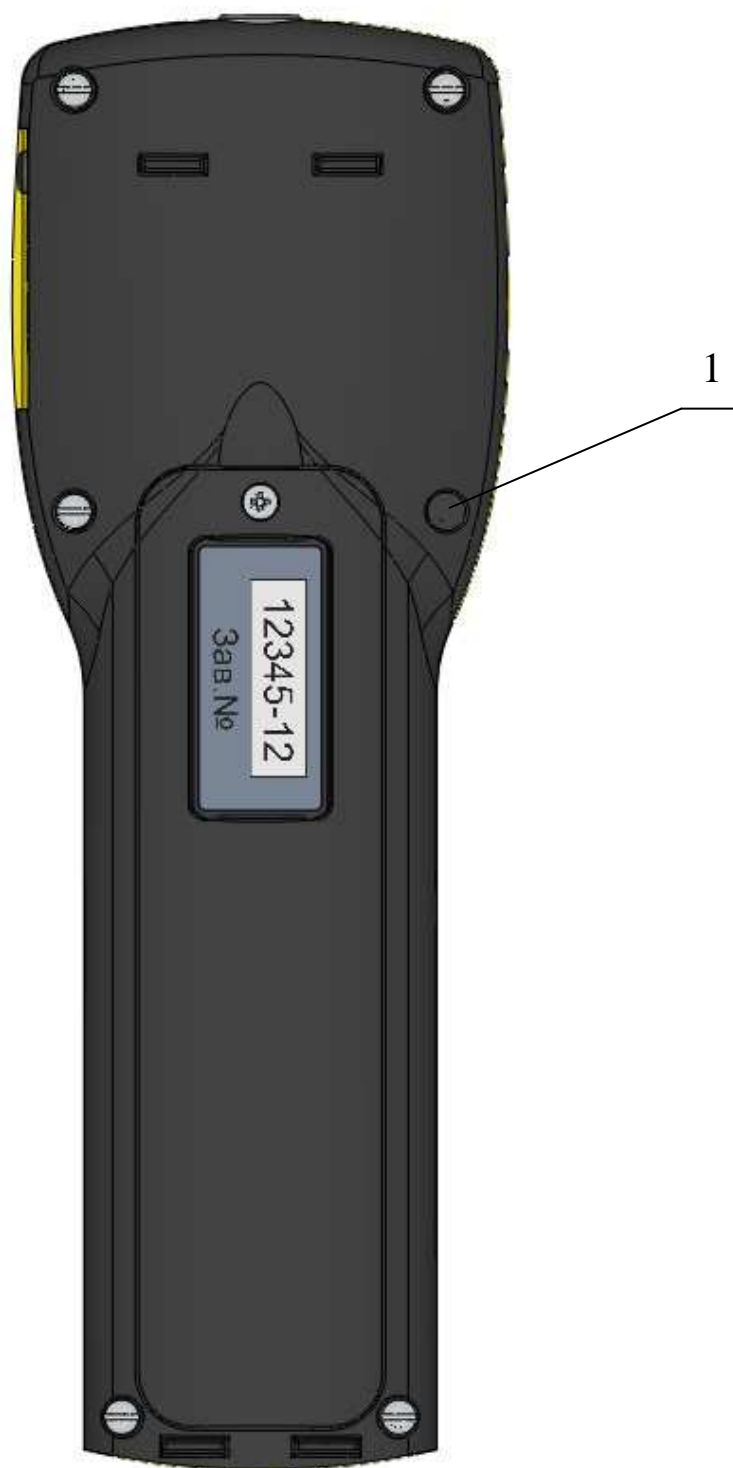
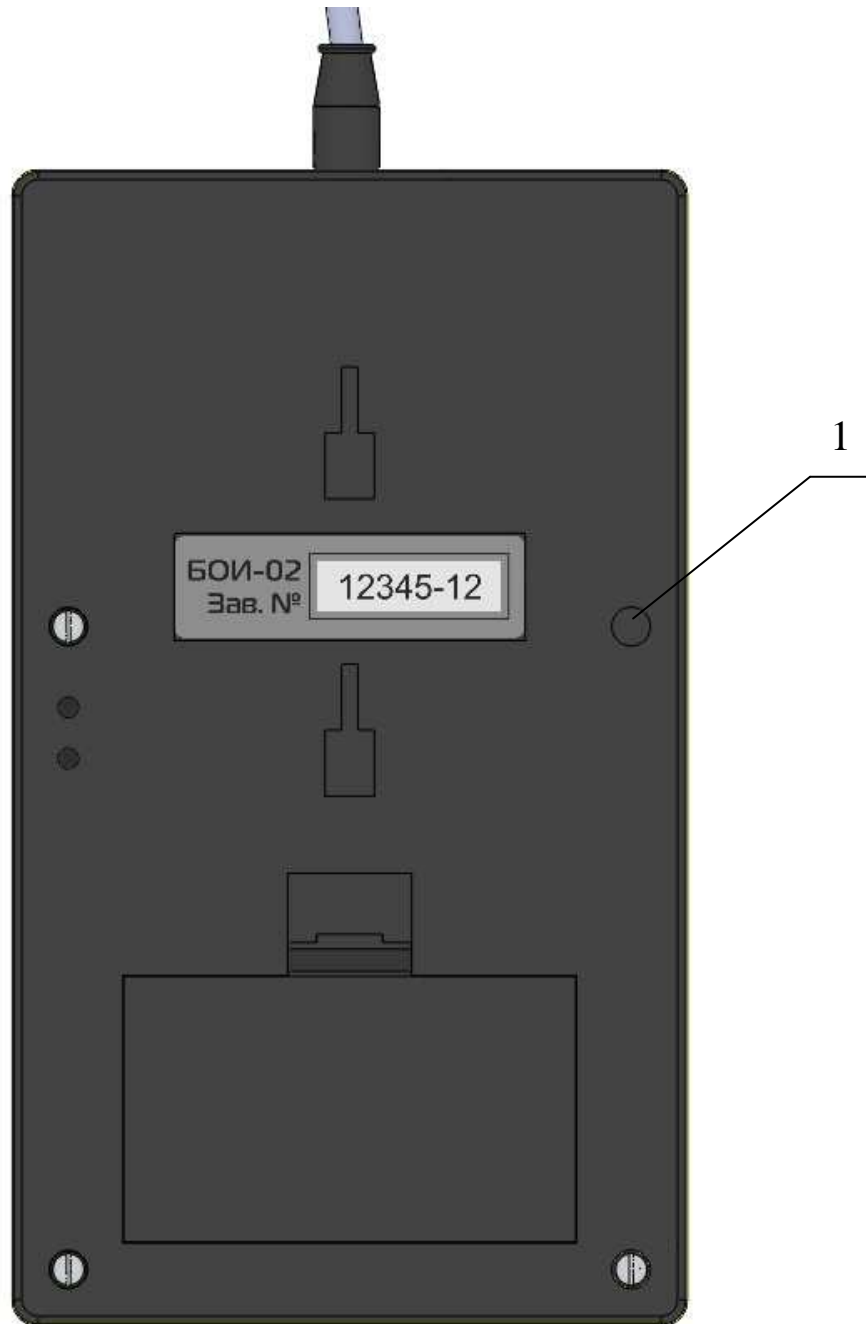

Рис. 6 – Схема пломбирования блока индикации (отображения информации)
Рис.7 – Схема пломбирования блока индикации (отображения информации) МКС-02
1.10.3. Пломбирование блоков индикации (отображения информации) производится пластилином или сургучом на головках винтов, фиксирующих части корпуса (рис. 6 для БОИ-01, рис. 7 для МКС-02). Поверх расплавленной пломбы устанавливается клеймо производителя. При попытке вскрытия блока индикации (отображения информации) происходит нарушение клейма и пломбы.